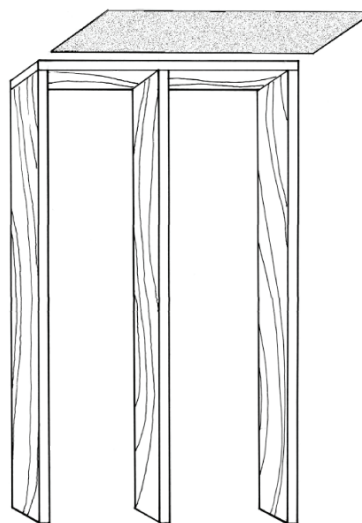
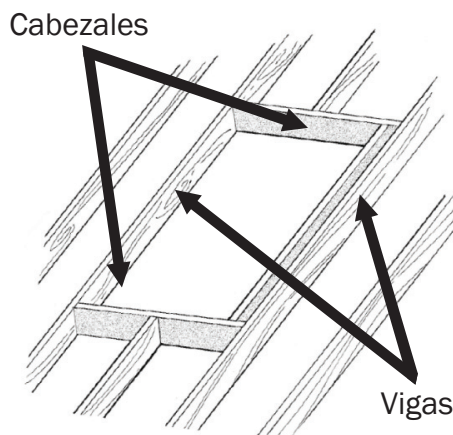

Figura 4
Figura 5
7. Si va a cortar las vigas, refuerce el área debajo de éstas con madera para construcción para prevenir el debilitamiento de ésta área (Figura 4). Para mantener la estructura íntegra del techo, debe construir un marco con dos cabezales y una viga de madera para construcción usando vigas de dos pulgadas y clavos (como se muestra en la Figura 5).